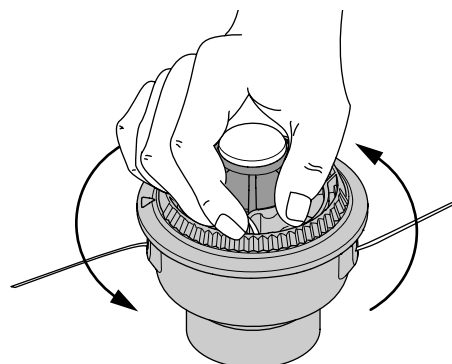

Figure 19
8. Tenez la bobine extérieure. Rembobinez le moulinet intérieur vers la gauche jusqu'à ce qu'il ne reste plus qu'environ 102 mm (4 po) de fil (Fig. 19).